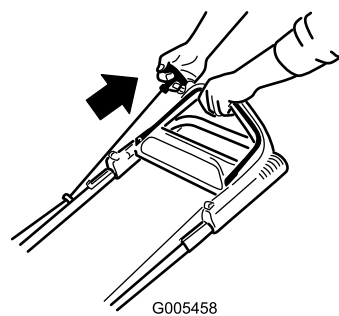
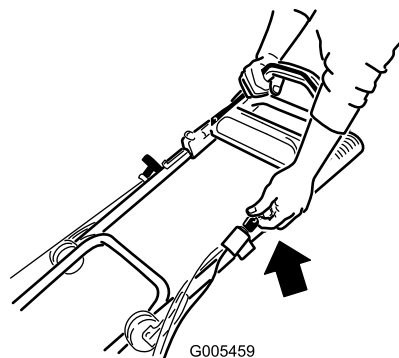

Рисунок 14
Рисунок 15
3. Потяните трос ручного стартера (Рисунок 14) или поверните ключ зажигания, как показано на Рисунок 15 (только модель 20638).